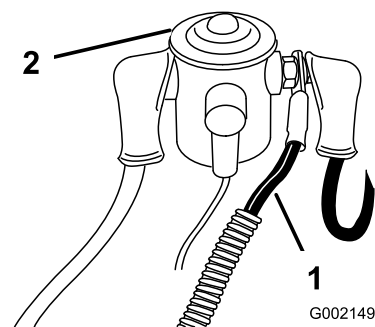

Bild 6
10. Schließen Sie das rote Stromkabel an der linken Seite der Spule (Bild 6) unter dem Sitz an.